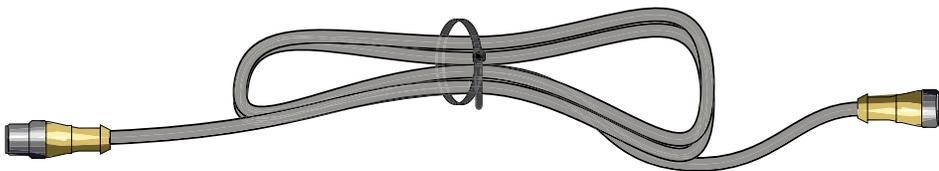

图 27
1. 卷起多余线缆，将线圈两侧收拢捋平（图 27）。
2. 使用束线带将多余的线缆固定成一个扁平线圈（图 27）。